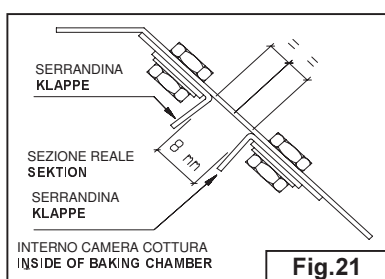
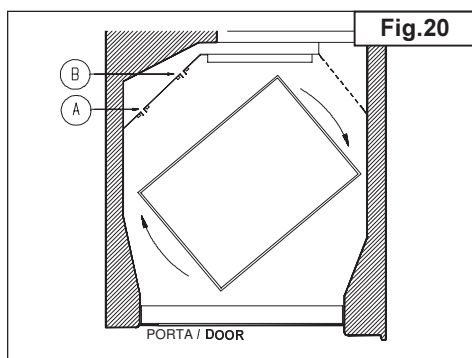
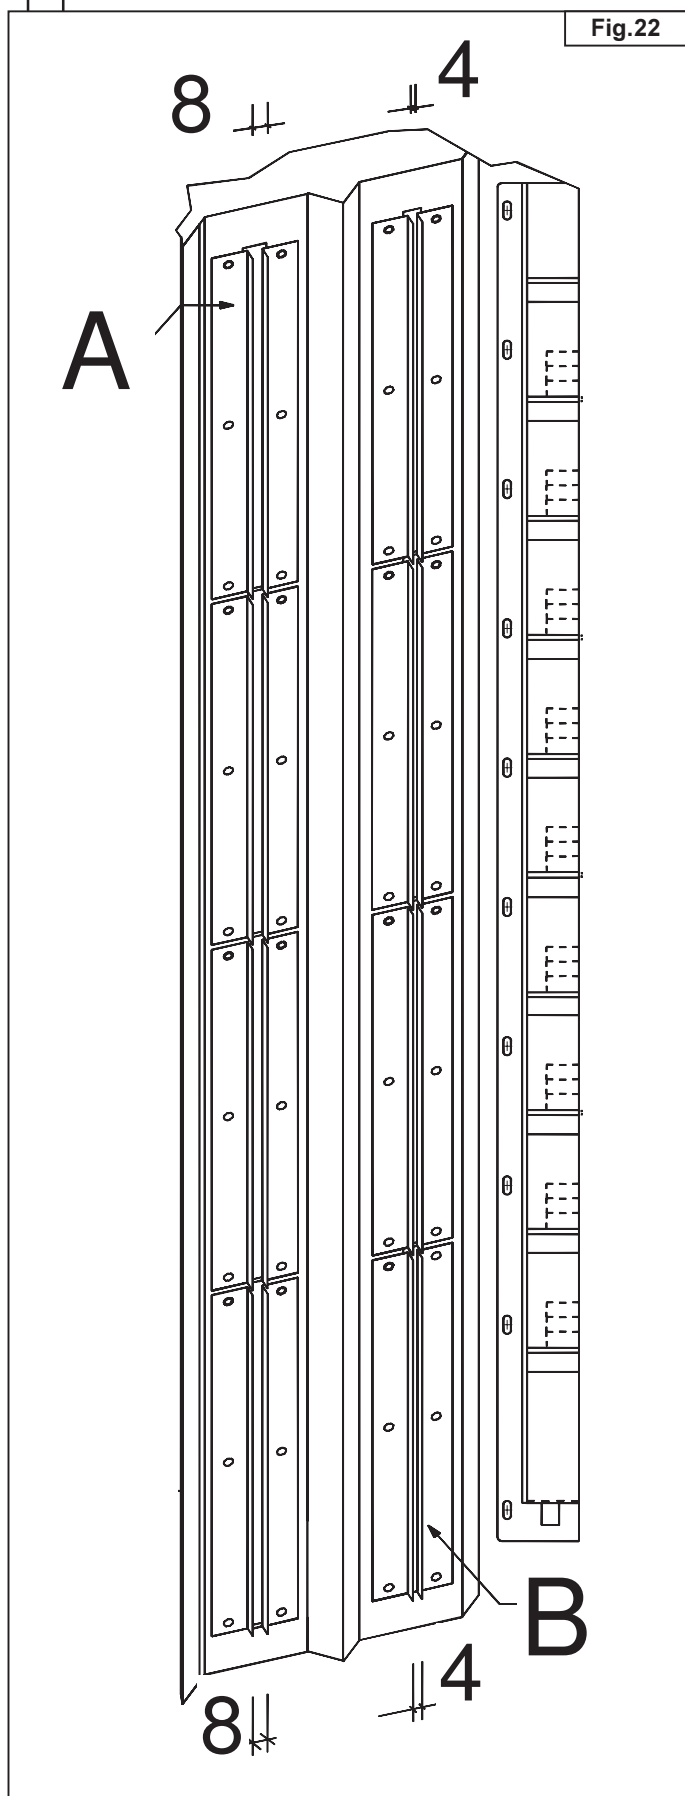

Fig.21
Fig.20
Fig.22
Controllare che tutte le serrandine abbiano le alette di flusso rivolte verso l'interno della camera di cottura e siano posizionate al centro della feritoia (**Fig 21**). Essendo le serrandine inclinate(**Fig.20**), la misura di regolazione standard riportata in **Fig.22** deve essere rilevata nella parte più stretta.(SEZIONE REALE)
Le serrandine **Pos.A Fig.20** regolano la cottura del composto nella zona centrale delle teglie; quelle in **Pos.B** regolano la cottura nella zona laterale.
La **Fig.22**, vista dall'interno della camera di cottura, riporta i valori standard di regolazione delle serrandine
Ascertain that all the air locks have the air flow fins turned towards the inside of the baking chamber and are positioned at the center of the slit (**Fig. 21**) As the air locks are slanted (**Fig. 20**) the measurement of the standard adjustment shown in Fig. 22 must be taken in the narrowest part (REAL SECTION).
The air locks (**Pos. A Fig. 20**) affect the baking of the dough in the center area of the trays; those in Pos. b affect baking at the sides.
The **Fig.22**, seen from the inside of the baking chamber, shows the standard adjustment figures for the air locks.
Regolare le serrande rispettando i valori standard riportati in **Fig.22**.
*Nello spostare le serrande, non si deve modificare l'apertura, che resta quella standard di **Fig.22**.*
-Spostare verso destra o verso sinistra le serrandine in modo da centrare il flusso d'aria sul centro del carrello. Se la cottura non è soddisfacente su tutte le teglie spostare tutte le serrandine **Pos.A Fig.22**, mentre se le teglie che non cuociono sono solo una parte, spostare solo le serrandine in corrispondenza delle teglie non cotte.
-Spostare verso destra o verso sinistra le serrandine in modo da centrare il flusso d'aria sul centro del carrello. Se la cottura è eccessiva su tutte le teglie spostare tutte le serrandine **Pos.A Fig.22**, mentre se le teglie che cuociono troppo sono solo una parte, spostare solo le serrandine in corrispondenza delle teglie troppo cotte.
- Aumentare l'apertura sulle serrandine **Pos.B Fig.22**.
La regolazione del flusso d'aria viene eseguita principalmente sulle serrandine **Pos.A Fig.21**.
The slots have to be adjusted in accordance to the standard values indicated in **Fig.22**
*When moving the slots the standard opening has to remain unchanged. (See **Fig.22**)*
-Move the slots to the right or to the left side in order to position the air flow towards the center of the rack. If baking is not satisfactory on all trays change position of all the slots (**Pos.A Fig.22**) . If the trays are not well baked only partially move only those which are closed to these trays.
-Move the slots to the right or left side in order to direct the air flow towards the center of the rack. If baking is too much on all trays move all the slots (**Pos.A Fig.22**) . If there are only some trays which are dark only partially move only those slots which are close to the dark trays.
-Increase the opening of the slots (**Pos.B Fig.22**)
The adjustment of the air flow has to be done mainly by the slots.(**Pos.A Fig.21**)